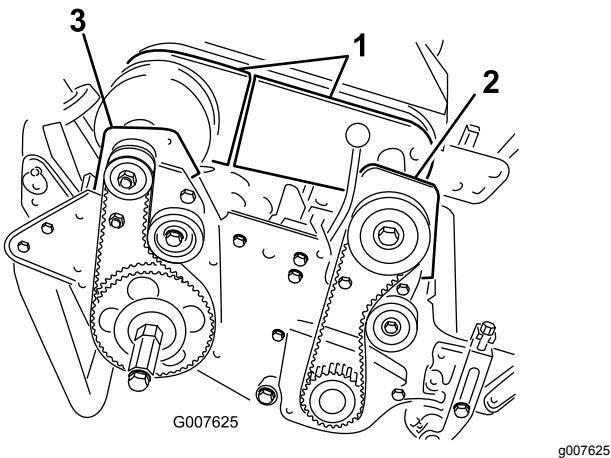

Figura 48
4. Retire los pernos que sujetan las secciones delantera y trasera de la cubierta del diferencial al alojamiento del diferencial, y separe las secciones para dejar expuesta la correa (Figura 48).
- Retire los 2 pernos y las 2 contratueras que sujetan el alojamiento delantero del embrague a la chapa lateral (Figura 48).
- Retire los 2 pernos y las 2 contratueras que sujetan el alojamiento del cojinete trasero derecho a la chapa lateral (Figura 48).